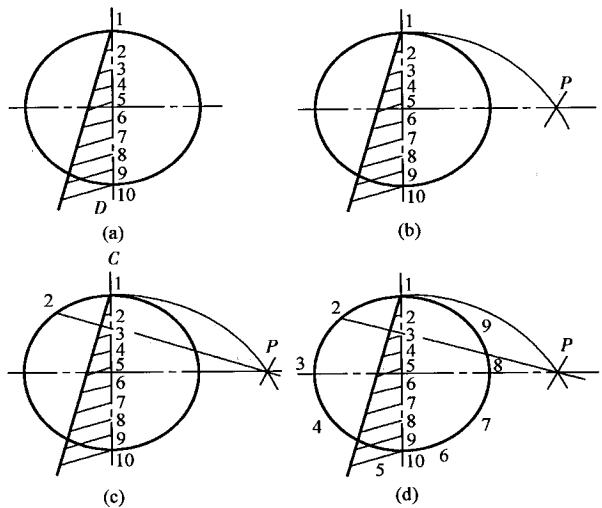

图 1-22 圆任意等分
(1) 分已知圆直径为九等分, 如图 1-22(a) 所示。
(2) 以 1、10 两点为圆心, 以已知圆直径为半径分别画弧交于  $P$  点, 如图 1-22(b) 所示。
(3) 连接  $P$ 、3 并延长交圆周于 2, 则 1-2 即为圆九等分之一等分的弦长。以该弦长在圆周上依次截取, 即可将圆周九等分, 如图 1-22(c)、图 1-22(d) 所示。